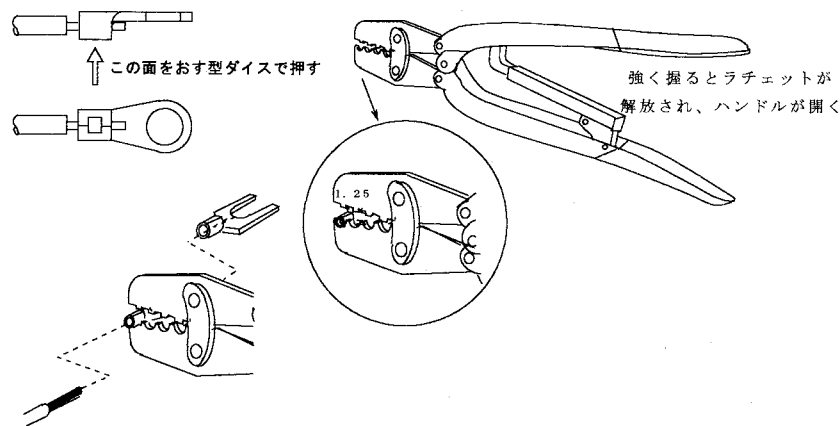

図5-3 圧着工具と作業
(3) 圧着工具の準備
- ① ハンドル、ラチェット、圧着ヘッドなどがた、摩耗がないか点検する。
- ② ラチェット機構が動作することを確認する。
(4) 圧着端子の圧着工具へのセット
- ① 圧着端子を工具の図5-3に示すようにセットし、変形しない程度に軽く保持する。